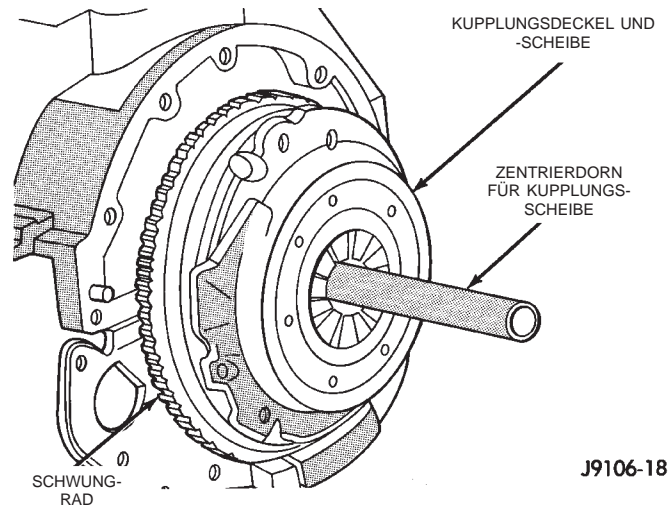

Abb. 4 Kupplungsscheibe zentrieren—Typisch lbs.) beim 2.5L-Motor und 52 N·m (38 ft. lbs.) beim 4.0L-Motor.
(6) Den Zentrierdorn in die Kupplungsscheibe einsetzen (Abb. 4).
(8) Den Kupplungsdeckel über die Kupplungsscheibe auf dem Schwungrad aufsetzen (Abb. 4).
(9) Die Befestigungsschrauben des Kupplungsdeckels ansetzen und nur von Hand festziehen.
(10) Die Befestigungsschrauben gleichmäßig und über Kreuz und stets nur einige Umdrehungen anziehen. **Die Befestigungsschrauben des Kupplungsdeckels müssen gleichmäßig und mit dem korrekten Anzugsmoment festgezogen werden, damit sich der Kupplungsdeckel nicht verzieht. Die Anzugsmomente betragen 31 N·m (23 ft.**